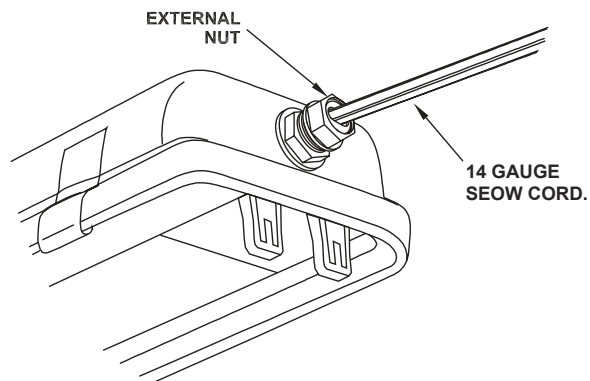

Figure 12
11. **Tighten external nut on water-tight fitting** to seal wire entering into fixture. **See Fig. 12.**
11. Serrer l'écrou externe sur le raccord étanche afin d'assurer l'étanchéité de l'entrée du câble dans l'appareil. Voir la figure 12. À l'aide d'une clé à molette serrer l'écrou jusqu'à ce que le raccord soit parfaitement scellé autour du 14 GAUGE SEOW CORD.
11. Apriete la tuerca externa del accesorio hermético para sellar el alambre que entra a la luminaria. - **Vea Fig. 12.**